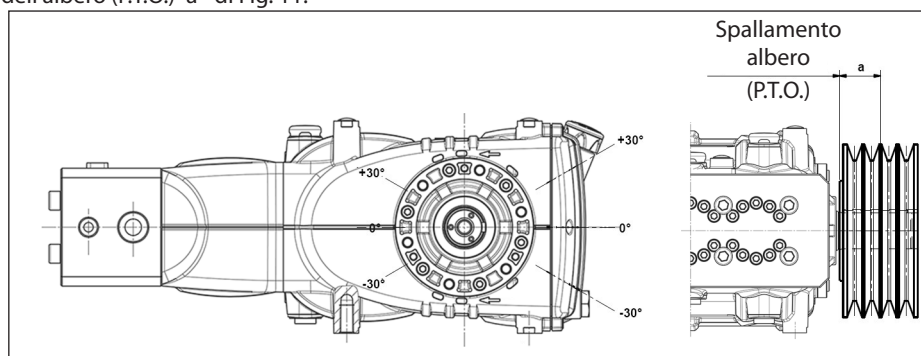

Fig. 11
Il carico radiale sull'albero non deve essere superiore a 4500 N (valore necessario per la definizione del Lay-out). La trasmissione è considerata adeguata se tale carico è applicato ad una distanza massima $a=50$ mm dallo spallamento dell'albero (P.T.O) come indicato in Fig. 11.
- b) Utilizzare cinghie ad alto rendimento - per esempio **XPB** invece di **SPB** - in quanto risulterà necessaria una quantità inferiore di cinghie a parità di potenza trasmessa ed una conseguente distanza inferiore della risultante rispetto allo spallamento dell'albero (P.T.O.) "a" di Fig. 11.
- e) Seguire la direzione del tiro cinghia come indicato in Fig. 11 per esigenze diverse contattare l'**Ufficio Tecnico** o **Servizio Assistenza Clienti**.